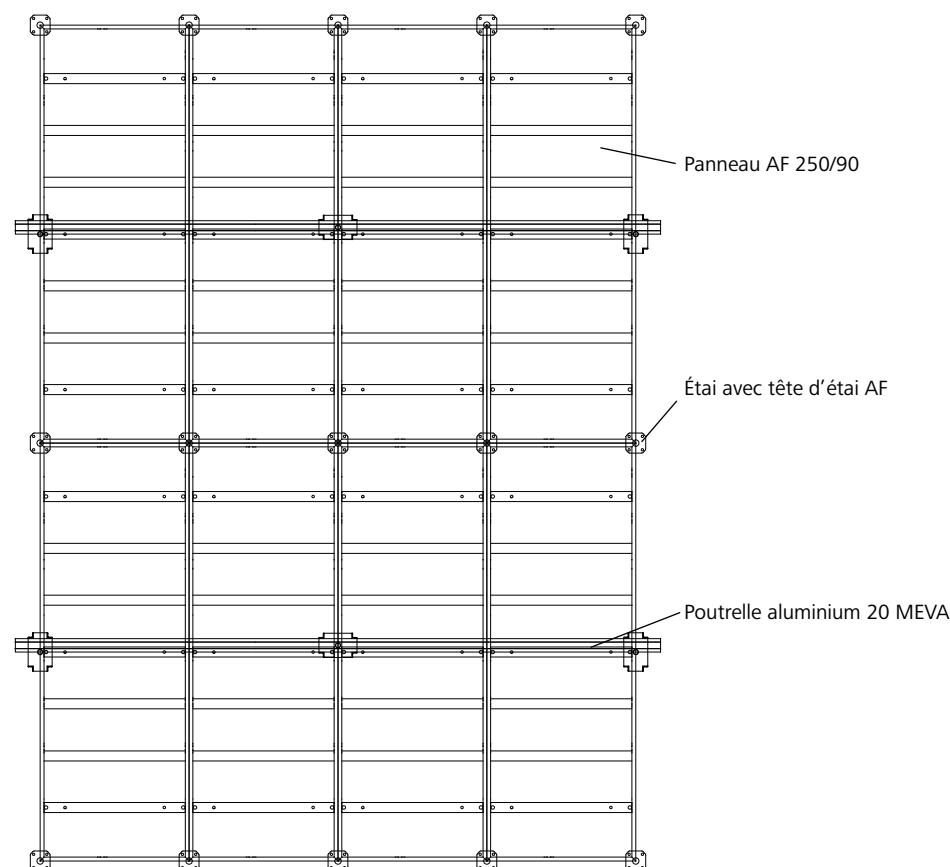

Fig. 13.2 Poutrelle aluminium 20 MEVA utilisée comme poutre à deux travées
**Charges admissibles avec panneaux AluFix de 250/90 et appui central sur poutrelle aluminium 20 MEVA utilisée comme poutre à deux travées (Fig. 13.2)**